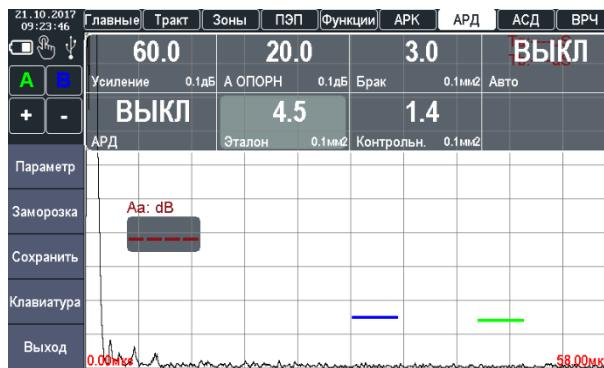

Рисунок 2.50 – Установка эквивалентной площади отражателя
2. Указать площадь эквивалентного отражателя в параметре «ЭТАЛОН» (в мм^2), см. рис. 2.50.